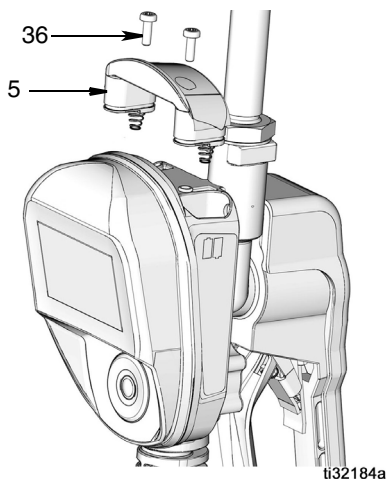

FIG. 49
5. Vuelva a colocar la tapa (5) y los tornillos (36). No apriete demasiado los tornillos (FIG. 49).